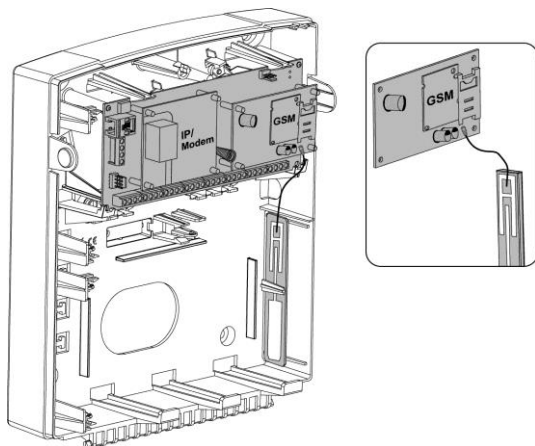

Figura 2-10 Posizionamento del modulo GSM/GPRS e dell'antenna
2. Montare il modulo GSM posizionando i suoi supporti in plastica nei fori dedicati sulla scheda PCB. Vedi l'esempio sotto nella Figura 2-10.
4. Posizionare la piastra dell'antenna e inserirla nel suo apposito alloggiamento a destra del contenitore. (Vedere Figura 2-10)